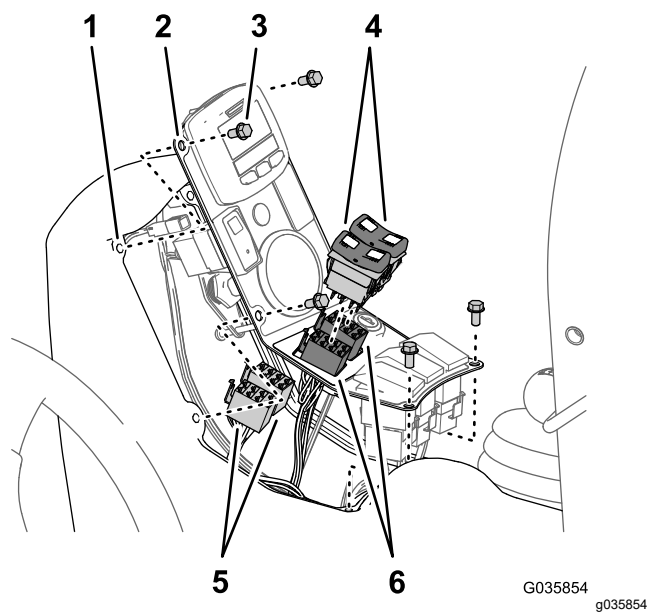
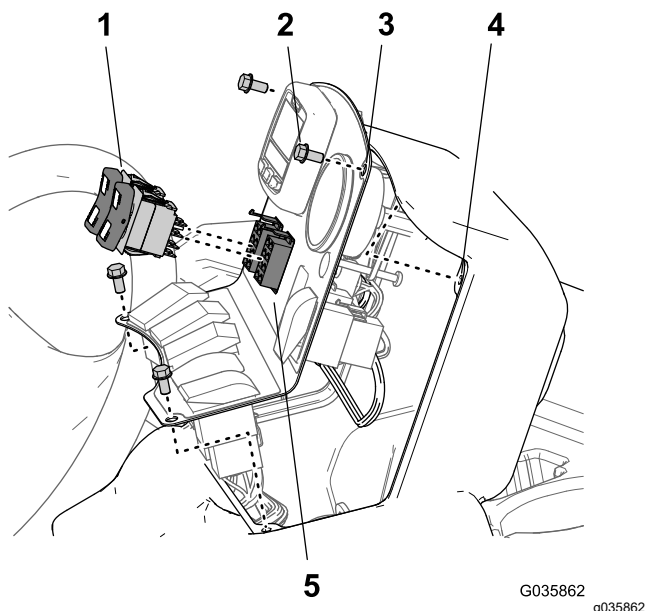

図 36
図 37
1. スイッチパネルを中央コンソールに固定しているフランジヘッドボルト $\frac{1}{4} \times \frac{1}{2}$ " を取ってパネルを外す 図 36 または 図 27。
2. ブーム昇降スイッチから、車両のワイヤハーネスの8ソケットコネクタを外す 図 36 または 図 37。
3. ウルトラソニックブーム仕上キットのワイヤハーネスの8ソケットコネクタを、ロッカースイッチに接続する (図 36 または 図 37)。
5. スwitchパネルの穴を、コンソールのフレームに合わせる 図 36 または 図 37。
6. 中央コンソールにサイドカバーを取り付けるフランジヘッドボルト $\frac{1}{4} \times \frac{1}{2}$ "4本 図 36 または 図 37 はステップ1で外したものを使用する。